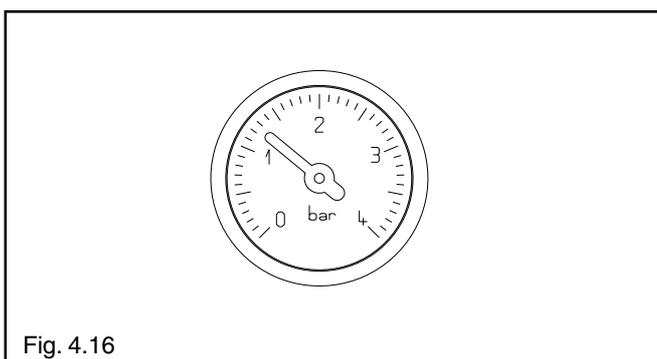

Fig. 4.16
- caricare lentamente aprendo il rubinetto di riempimento (fig. 4.15) fino a che la lancetta dell'idrometro si posiziona tra 1 e 1,5 bar (fig. 4.16)